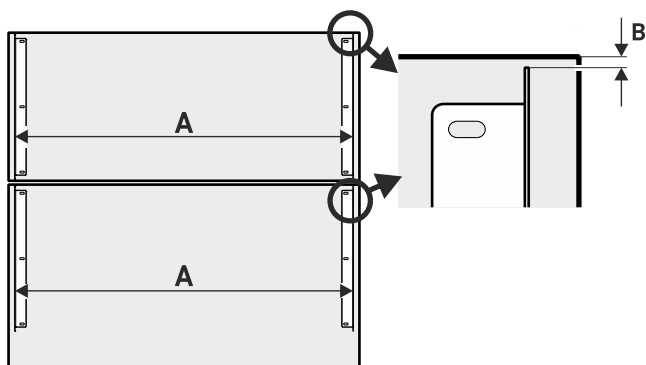

Fig. 42
- Befestigungswinkel unter Berücksichtigung von Abstand Fig. 42 (A) und Abstand Fig. 42 (B) montieren.